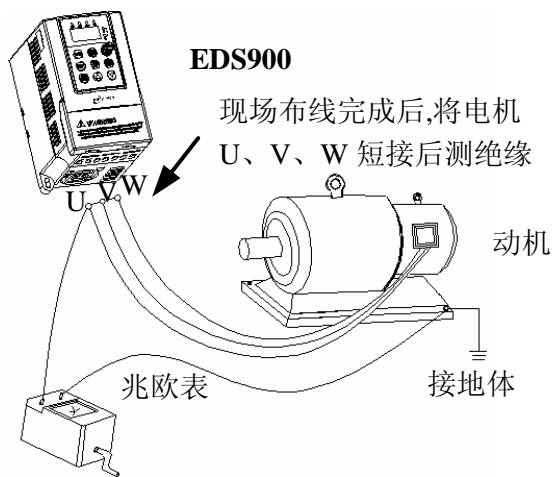

图 1-1 电机绝缘检查示意图
- (1) EDS900 系列变频器为电压型变频器，使用时电机的温升、噪声和振动与工频运行相比较略有增加，属正常现象。
- (2) 如果需要以低速恒转矩长期运行，必须选用变频电机。若使用一般的异步交流电机低速运行时，应监控电机温度或采取强制散热措施，以防电机散热不良，烧毁电机。
- (3) 减速机及齿轮等需要润滑的机械装置在长期低速运行时，可能由于润滑效果变差造成损坏，请事先采取必要措施。
- (4) 若超过电机额定频率运行时，除了考虑电机的振动、噪音增大外，还必须确保电机轴承及机械装置的使用速度范围，请务必事先确认。
- (5) 对于提升设备和大惯性之类的负载，变频器常会因产生过流或过压故障而跳闸，为保证正常工作，应考虑选配适当的制动组件。
- (6) 应通过端子或其它正常的命令通道对变频器进行起停控制。严禁在变频器输入侧使用接触器等强电开关直接频繁起停操作，否则会造成设备损坏。
- (7) 如果需要在变频器输出和电机之间安装接触器等开关器件，请确保变频器在无输出时进行通断操作，否则可能会损坏变频器。
- (8) 变频器在一定的输出频率范围内，可能会遇到负载装置的机械共振点，可设置跳跃频率来避开。
- (9) 使用前，应确认电源电压在允许的工作电压范围之内，否则应做变压处理或订购特种变频器。
- (10) 在海拔高度超过 1000 米的条件下，变频器应降额使用，每增加 1500 米高度输出电流约降低额定电流的 10%。
- (11) 电机在首次使用或长时间放置后再使用之前，应做电机绝缘检查。请使用 500V 电压型兆欧表按图 1-1 所示进行检查，绝缘电阻不得小于 5 M Ω ，否则有损坏变频器的可能。